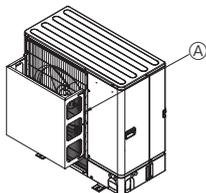

Fig. 2-4
- ② Монтирайте допълнително направляващо устройство на изхода за въздух, ако тялото е монтирано на място, където силни ветрове от тайфуни и др. могат директно да влязат в изхода за въздух. (Fig. 2-4)